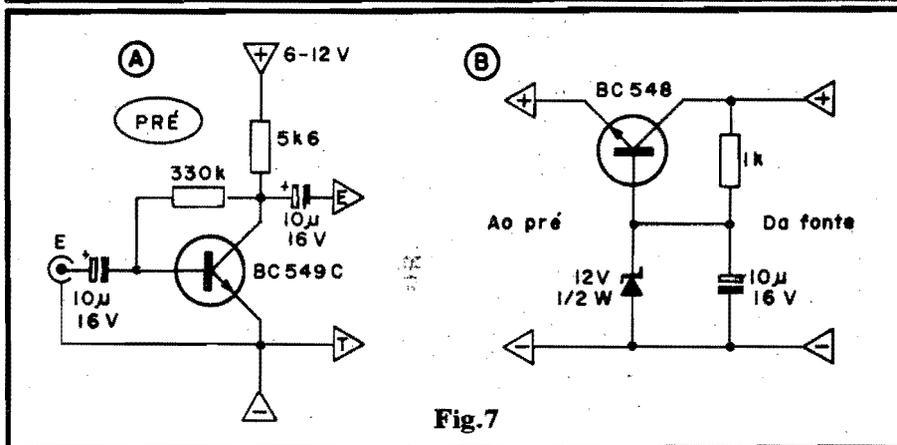

Fig.7
- FIG. 7 - UM PRÉ-AMPLIFICADOR PARA O MODAMP - Em 7-A mostramos um arranjo simples e efetivo para a pré-amplificação de sinais de baixo nível (e impedância relativamente alta...) antes de serem entregues à Entrada do MODAMP... O mini-módulo aceitará bem a maioria das fontes de pequeno sinal, microfones, cápsulas, etc., com boa fidelidade e bom ganho... Observem que o circuitinho "pede" uma alimentação entre 6 e 12V. Dessa forma, se o MODAMP estiver sendo energizado sob essa faixa de Tensão, tudo se torna muito fácil: